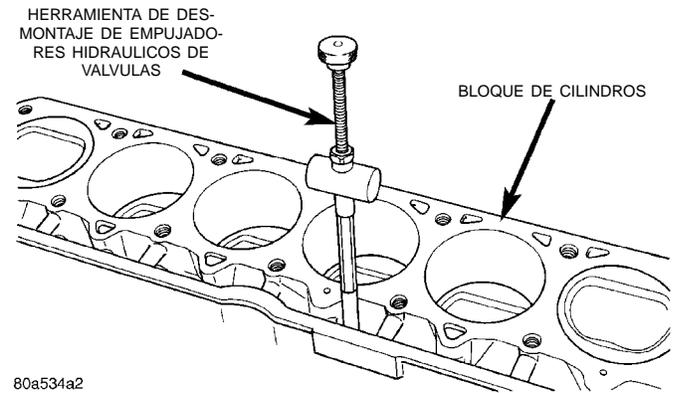

Fig. 37 Desmontaje de empujadores hidráulicos de válvulas — herramienta de instalación
(1) Retire la culata de cilindros del motor (consulte desmontaje e intalación de culata de cilindro en esta sección).
(2) Retire las varillas empujadoras.
(3) Retire los empujadores a través de las aberturas de las varillas empujadoras de la culata de cilindros, con una Herramienta de desmontaje/instalación de empujadores hidráulicos de válvulas (Fig. 37).